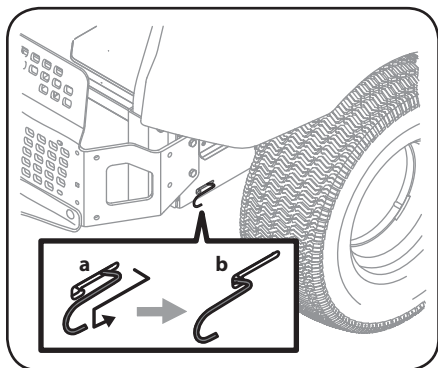

Figure 2-1
2. Après avoir déplacé l'appareil, effectuez les étapes (a) et (b) dans l'ordre inverse pour désengager les deux tiges de dérivation. Voir Figure 2-1.
1. Pour déplacer l'appareil manuellement sans le démarrer, engagez les tiges de dérivation des transmissions qui se trouvent à l'arrière, de chaque côté de l'appareil. Les tiges de dérivation des transmissions sont placées à l'arrière de l'appareil, près du côté intérieur de chaque pneu arrière. Pour désengager le frein de stationnement, poussez à fond les barres de conduite vers l'intérieur à la position neutre. Pour engager les tiges de dérivation, tirez sur chaque tige (a) et accrochez la tige dans le trou (b) pour la fixer. Voir Figure 2-1.